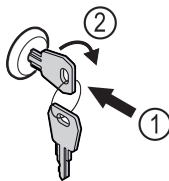

Fig. 181
- Vstavite ključ. Fig. 181 (1)
- Ključ obrnite v smeri urnih kazalcev za 90°. Fig. 181 (2)